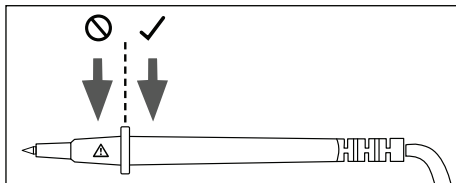

Abb. 3
- ▶ Halten Sie die Messspitzen **6** nur im vorgesehenen Griffbereich fest (siehe Abb. 3). Der Bereich mit dem Warnzeichen **⚠️** darf nicht berührt werden, ansonsten besteht beim Messen Gefahr durch Stromschlag!